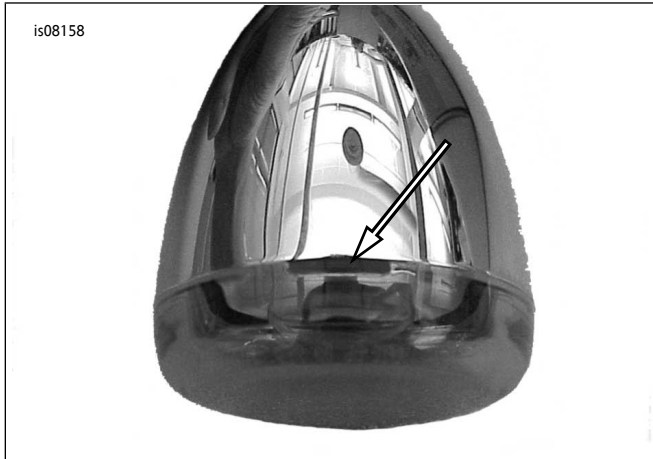

图14。安装转向信号镜头(底部视图)
- c. 参见图14。安装转向信号镜头，使槽朝向下方，并与O形环槽对齐，如图所示。